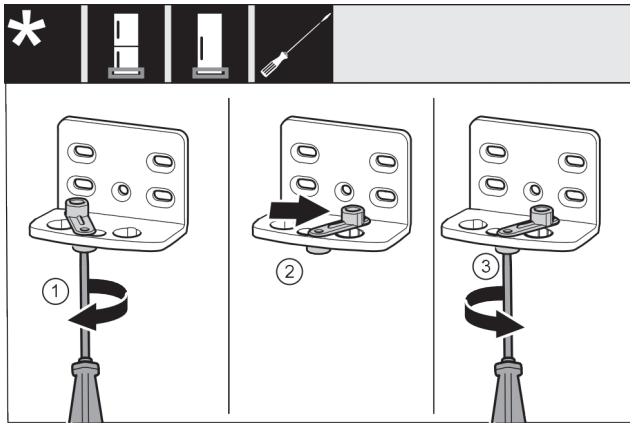

Fig. 41 *
- ▶ Schraube Fig. 41 (1) mit Schraubendreher lose schrauben.*
- ▶ Türschließhilfe Fig. 41 (2) anheben und um 90° nach rechts in Bohrung drehen.*
- ▶ Schraube Fig. 41 (3) mit Schraubendreher festschrauben.*